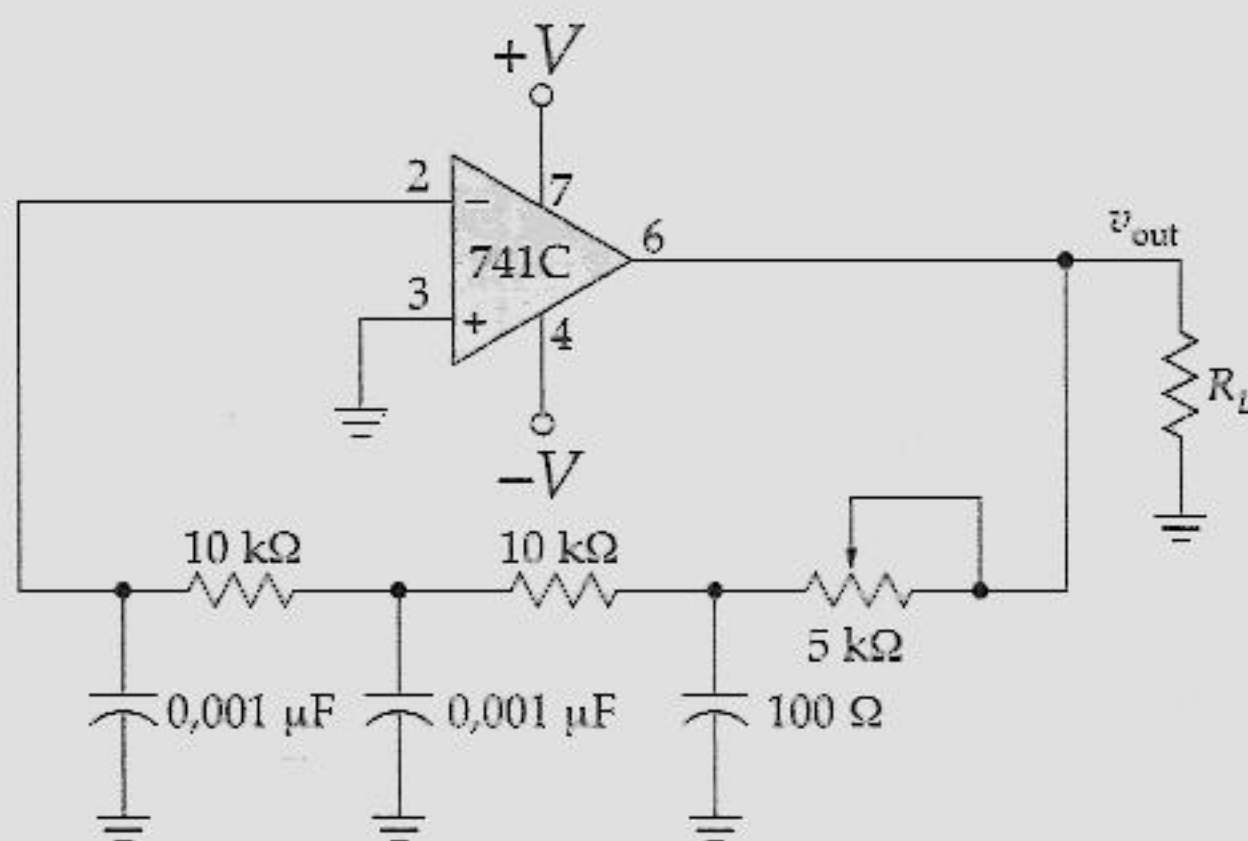

Figura 22.40
22.24 A Figura 22.40 mostra um oscilador amp op de desvio de fase. Se $f_{2(CL)} = 1$ kHz, qual o desvio de fase do circuito em 15,9 kHz?